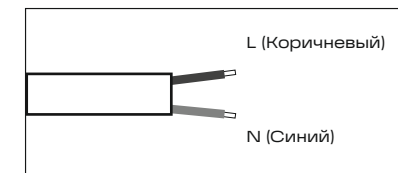

Рис. 7
- Подключите кабель электропитания с помощью клеммной колодки в основании разъема в соответствии с цветовой схемой на рис. 7.